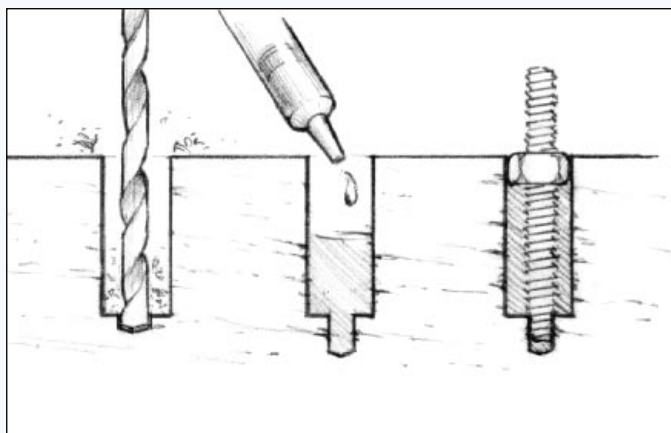

Figure 20 La technique consistant à coller des tiges filetées ou des goujons dans le substrat, permet d'avoir un équipement facilement détachable.
2. Placez un écrou et une rondelle sur les goujons, imprégnez les extrémités inférieures et poussez-les dans les trous remplis d'époxy. Laissez l'époxy durcir parfaitement avant de fixer les équipements et de serrer les écrous (*Figure 20*).